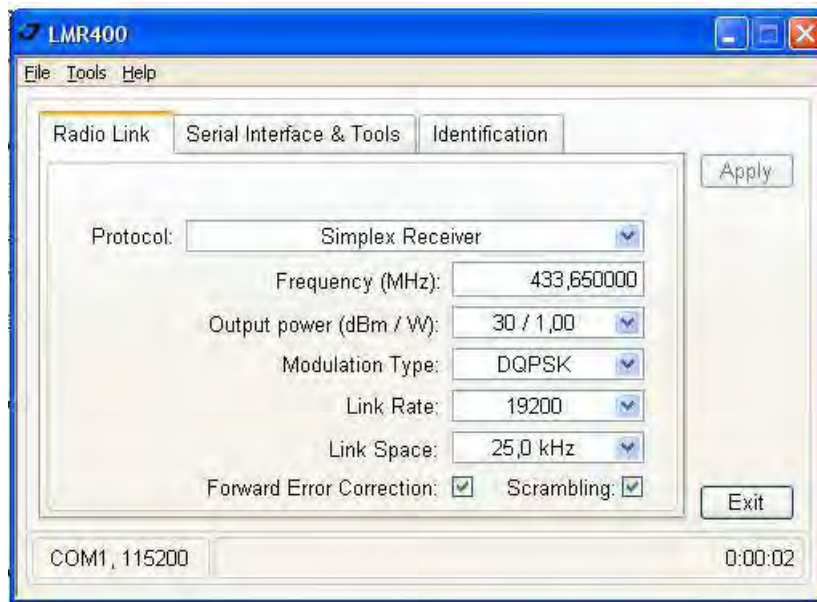

Рисунок 18. Закладка Radio Link
- В закладке *Radio Link*, установите следующие параметры (Таблица 13) и нажмите *Apply* (Рис. 18 на стр. 38).